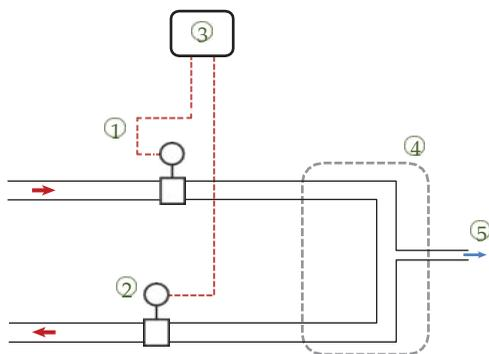

Рисунок 1.8
Аналогичная настройка может использоваться для измерения потребления в системе подачи переполнения. Примером такой системы является подача топлива в горелку в электростанции или судовых двигателях (4) (рисунок 1.8).